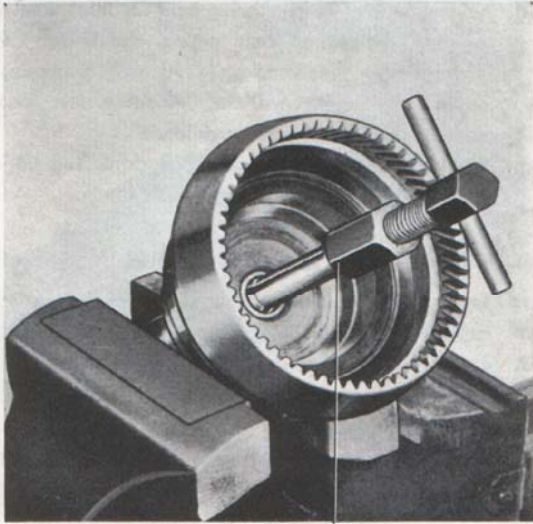

Bild 23. Demontering av bussning,
4. Tag bort låsringen och oljeledplåten, som håller frihjulet i utgående axeln. Lyft ut frihjulsdetaljerna. Tag bort tryckbrickan. Om så erfordras drages bussningen i utgående axeln ut med utdragare SVO 2423, se bild 23.